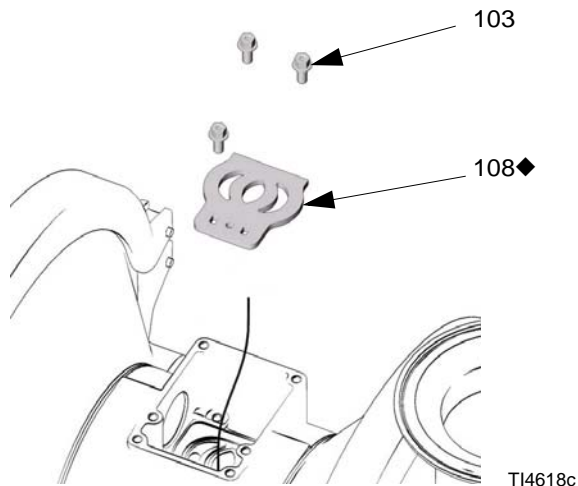

FIG. 9
5. Inspeccione la placa de la válvula (108) sin desarmarla. Si se encuentra dañada, use un destornillador Torx (T20) o una llave de tubo de 7 mm (9/32 in) para extraer los tres tornillos (103). Retire la placa de la válvula (108). Consulte la FIG. 9.
2. Instale la placa de la válvula (108) en la cavidad, con la junta hacia abajo. Instale los tres tornillos (103) usando un destornillador Torx (T20) o una llave de tubo de 7 mm (9/32 in). Apriete hasta que el tornillo asome por la carcasa. Consulte la FIG. 9.